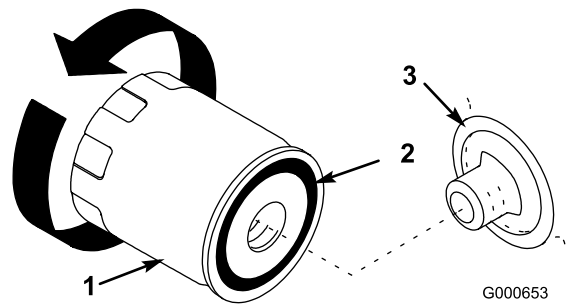

Figure 25
7. Déposez le filtre à huile usagé et essuyez la surface du joint de l'adaptateur (Figure 25).
10. Appliquez une fine couche d'huile neuve sur le joint en caoutchouc du filtre de rechange (Figure 25).
11. Posez le filtre à huile de rechange sur l'adaptateur. Tournez le filtre dans le sens horaire jusqu'à ce que le joint rejoigne l'adaptateur, puis donnez 1/2 tour supplémentaire (Figure 25).
14. Faites l'appoint d'huile avec précaution pour faire monter le niveau jusqu'au repère maximum (F) sur la jauge.